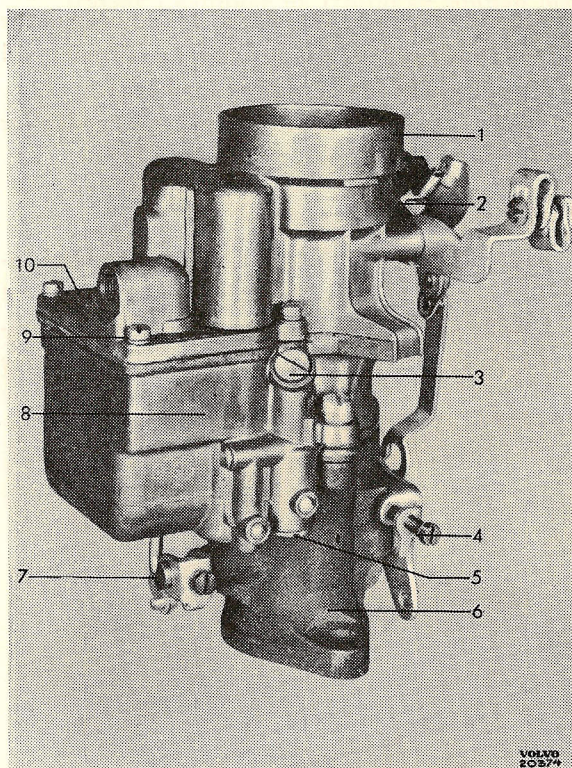

Bild 88.
Tag bort propp (5 bild 88) för pumpfiltret och skruva ur inlopps- och utloppsventil. Tag bort proppen (3) för accelerationsmunstycket.